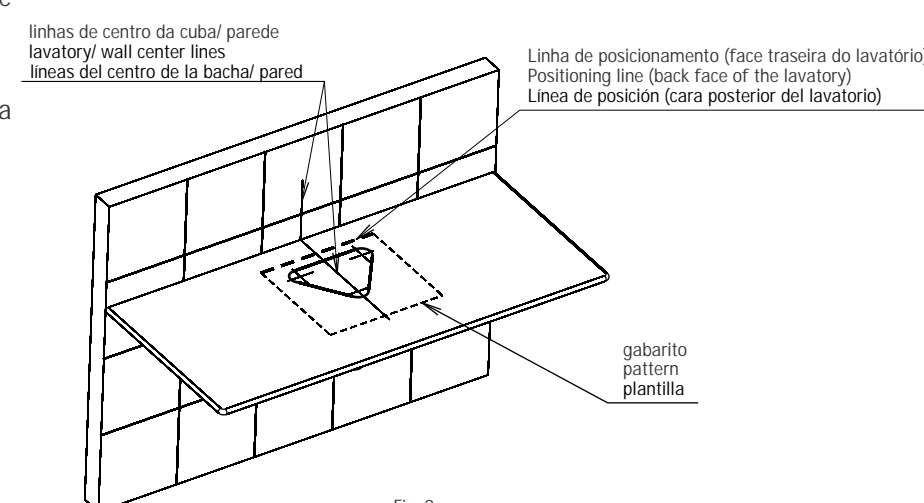

Fig. 2
- Recortar o gabarito e posiciona-lo sobre o tampo e fazer coincidir sua linha de centro com a linha traçada na parede fig. 2, considerando a torneira e o sifão que serão utilizados, cortar o tampo conforme o gabarito.
Cut out the pattern and place it over the countertop and align its center line with the line drawn on the wall according fig.2, considering the tap and siphon that will be used.
Recortar el esquema y sobreponerlo en la tapa, haciendo coincidir la línea del centro con la línea trazada en la pared, de acuerdo con la fig.2, considerando la canilla y el sifón que será usado, cortar la tapa según el esquema.